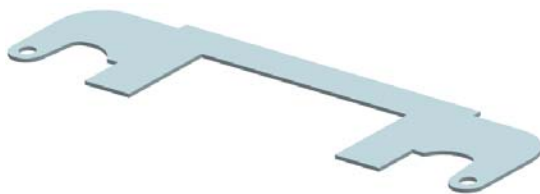

图 6-45 裁剪其他弯边
(3) 在“法向除料”对话框，单击 **< 确定 >** 按钮，如图 6-45 所示。